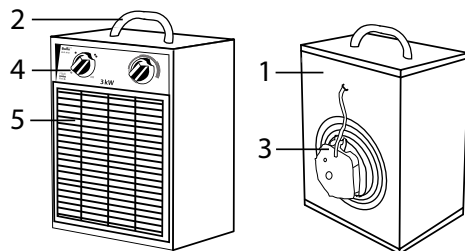

Рис. 1. Тепловентилятор
Несущая конструкция тепловентилятора (см. рис. 1) состоит из корпуса (1) и ручки (2). Вентилятор (3) расположен в задней части тепловентилятора. Блок управления расположен в верхней части корпуса под крышкой. Органы управления вынесены на переднюю панель (4). Внутри корпуса расположены трубчатые электронагревательные элементы, закрытые с лицевой стороны тепловентилятора решеткой (5). Воздушный поток, втянутый вентилятором в корпус, проходя между трубчатыми электронагревательными элементами, нагревается и подается в помещение через решетку.